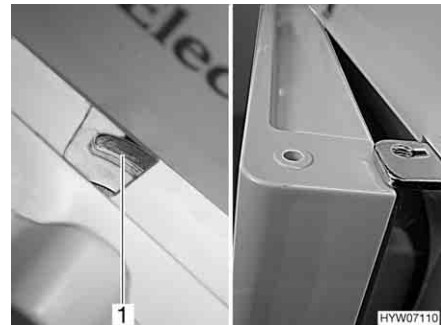

Fig. 139 Porte du réfrigérateur en position de ventilation (Dometic Série 7)
- Pousser le dispositif de verrouillage complètement vers la droite. La porte du réfrigérateur est fixée à l'aide de l'arrêt de porte (Fig. 139,1). La porte du réfrigérateur reste ainsi légèrement ouverte (Fig. 139).